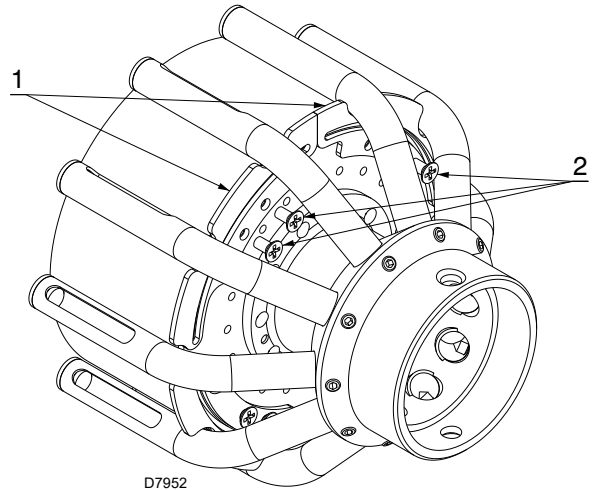

Fig. 17
- remove the 8 screws 2)(Fig. 17);